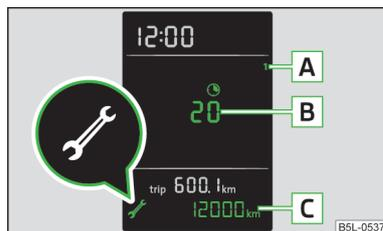

Fig. 10
**Descripción de la imagen » fig. 10.**
El tipo de mantenimiento se diferencia por el número en la posición **A** » fig. 10.
Si **vence** una fecha de mantenimiento, entonces se mostrará la siguiente información durante unos 10 segundos » fig. 10.
En todo momento se puede visualizar pulsando la tecla **[3]** » **fig. 10** el recorrido y los días restantes que quedan todavía hasta la próxima fecha de mantenimiento.